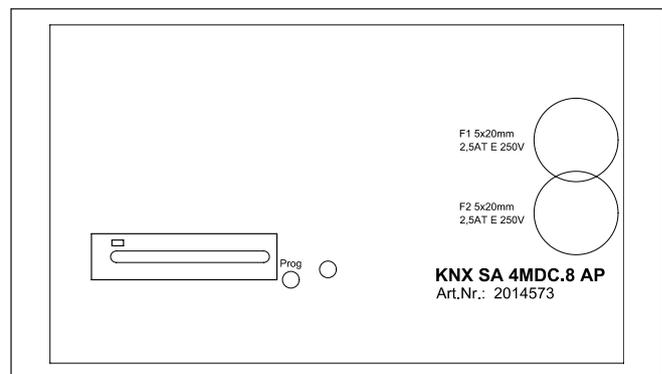

Abb. 2 Ansicht des Tastenfelds
Hierfür steht sowohl in der App als auch auf dem Tastenfeld eine Prog-Taste zur Programmierung und eine Anzeige-LED zur Verfügung (siehe Abb. 2).
- Drücken Sie die Programmier Taste in der App oder am Gerät (Abb. 2), um das Gerät in den Programmiermodus zu versetzen. Bei aktiviertem Programmiermodus leuchtet die rote LED. Die Programmierung erfolgt durch die ETS am PC. Diese Software beendet den Programmiermodus automatisch. Die rote LED erlischt.